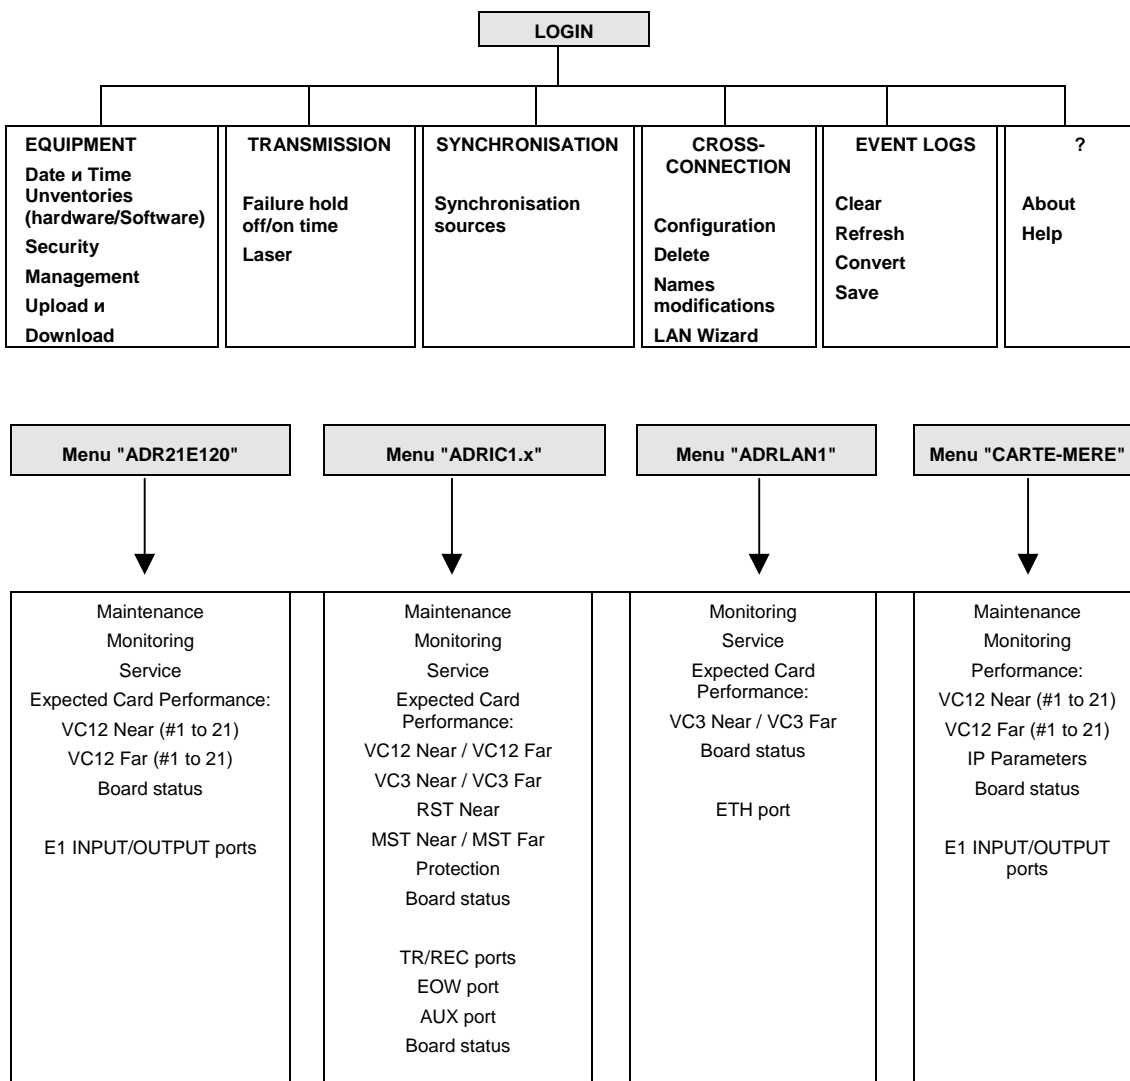

Рис. 1.11 Структура меню.
- доступа к описанию функциональности модуля (например, MSP защита в случае FG A155IC1.x модуля). Для этого необходимо выбрать модуль двойным нажатием «мышки» (см. структурное дерево меню "card" рис. 1.11);